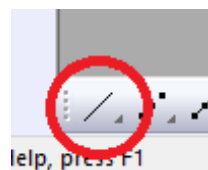

图 13 “/” 直线拟合键
**Origin9 数据处理简介:** 在 Excel 中选取  $x^2$  数据列复制粘贴到 origin 表格中第 2 列数据表格中。第 1 列由上而下依次输入 1, 2, 3... 选中第 1 列与第 2 列数据。点击软件窗口左下角“/”符号, 如图 13。则 origin 软件自动生成直线拟合图。在菜单栏中依次选“Analysis”→“fitting”→“Linear Fit”→“1<Last used>”后点击。Origin 最后以 2 种形式显示数据处理后的结果。出现在表格中 Slope 一行中的第一列(Value)是斜率 K 值(Value), 第二列(Standard Error)是标准偏差, 也就是斜率 K 的不确定度  $u(K)$ 。还有相关系数(R-square)。